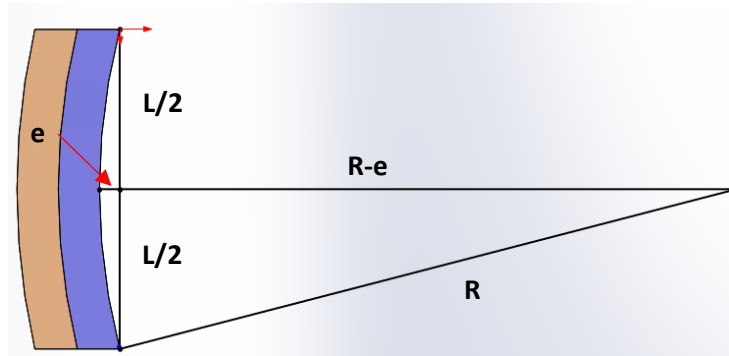

Figure 3 : Mesure du rayon de courbure
4. Dessiner un rectangle de distance L et de largeur e (cf. Figure 3)